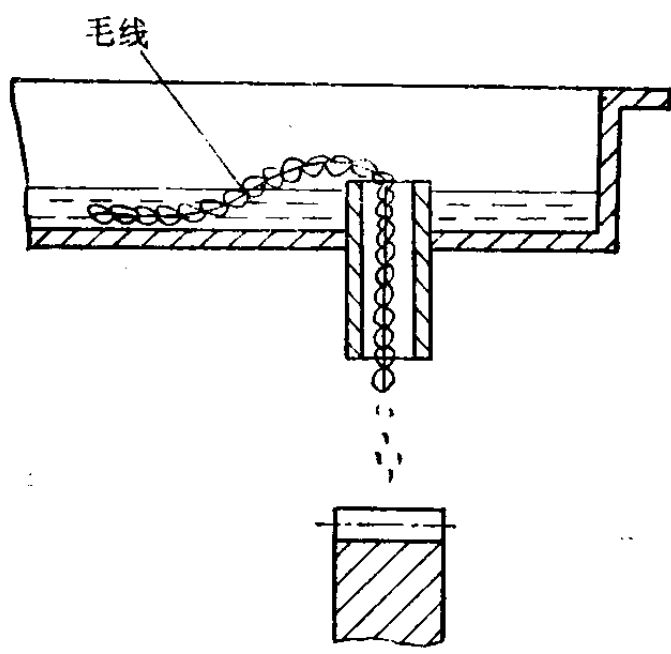

图 1-3 油绳润滑
(2) 溅油润滑 车床密封的齿轮箱内零件一般利用齿轮的转动把润滑油飞溅到各处进行润滑。
(3) 油绳润滑 用毛线浸在油槽内,利用毛细管作用把油引到所需要的润滑处(图 1-3)。
(4) 弹子油杯润滑 尾座和中、小拖板丝杠滑动轴承处。
(5) 黄油杯润滑 车床挂轮架的中间齿轮和拖板箱左下端两处，应用黄油杯润滑。